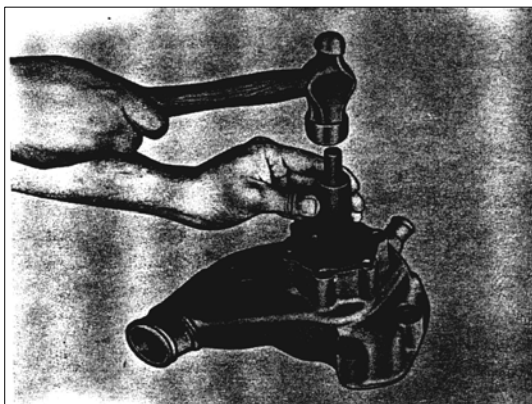

РИС. 150
1) Установите новую манжету в корпус оправкой 2576 5890 0210 (рис. 150).